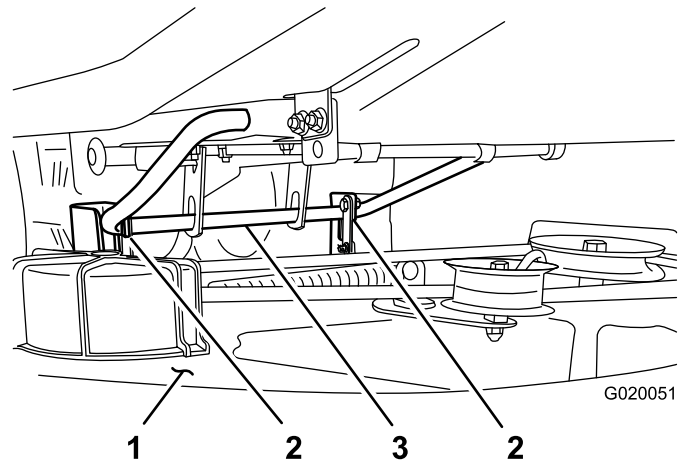
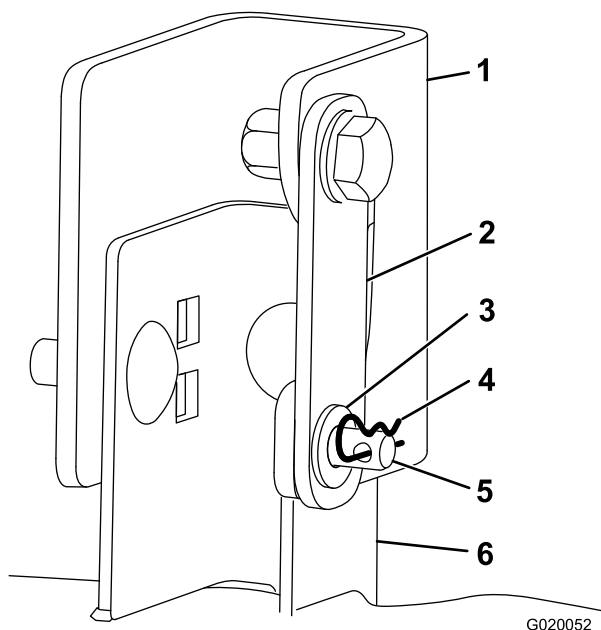

Bild 34
Bild 35
8. Heben Sie das Heck des Mähwerks leicht an, um den Druck von den Splinten zu nehmen, und entfernen Sie sie (Bild 34 und Bild 35).
9. Heben Sie das Mähwerk und die Hängeprofile von der hinteren Hubstange ab und senken Sie das Heck des Mähwerks vorsichtig zum Boden ab (Bild 34).
7. Heben Sie das Heck des Mähwerks an und führen Sie die Hängeprofile über die hintere Hubstange (Bild 34).
8. Drehen Sie jede Mähwerkstützhalterung so, dass das Loch im losen Ende mit dem Loch im Hängeprofil übereinstimmt (Bild 35).
9. Stecken Sie die Lastösenbolzen durch die Halterungen auf jeder Seite, dann stecken Sie die Scheiben auf die Lastösenbolzen und die Splinte durch die Lastösenbolzen (Bild 35).